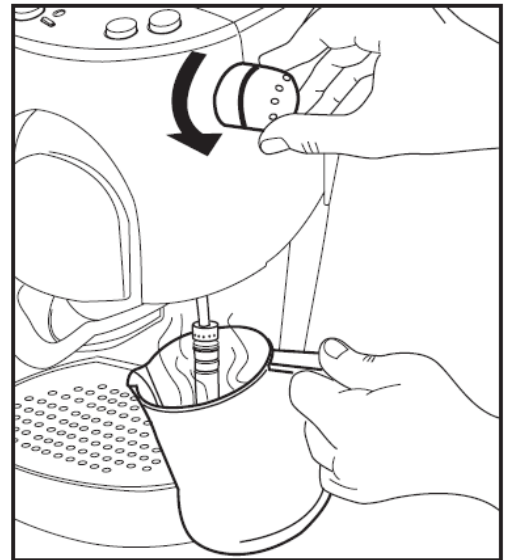

Fig. 16
- Placera den under mjölkskummaren så att toppen på densamma doppas i mjölken. Öppna ångvredet sakta genom att vrida det moturs (Fig. 16). Roter behållaren men se till att mjölkskummaren är precis under mjölkytan hela tiden.